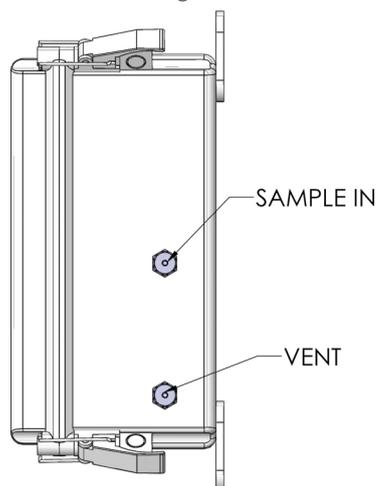

Abbildung 7. Gasanschlüsse (rechte Ansicht)
Ihr Analysegerät ist mit zwei Gasanschlüssen ausgestattet, wie in Abbildung 7 dargestellt.
1. Siehe Abbildung 7 auf Seite 15 für die Anschlussbezeichnung und schließen Sie Ihre Proben- und Entlüftungsleitungen entsprechend an.